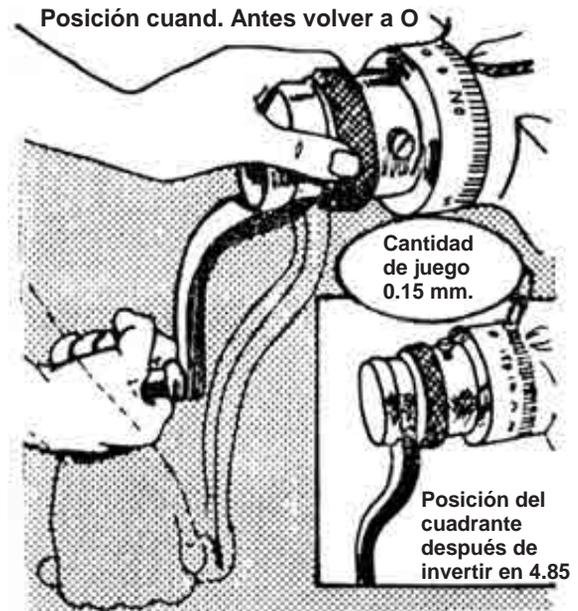

Fig. 4
- a) Aproxime manualmente la pieza para iniciar el corte por un extremo y de la profundidad de corte, controlando en el anillo graduado. (Fig. 4).